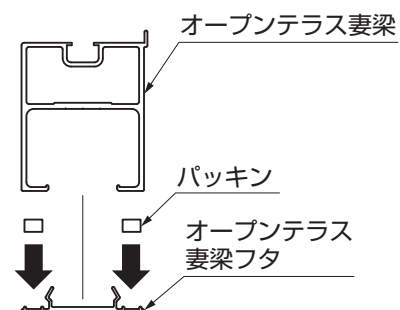

図3-8
- ③ パッキンをガタツキ防止の為、適量にカットしてオープンテラス妻梁に貼付けてください。（図3-8参照）
- ④ オープンテラス妻梁フタをオープンテラス妻梁にはめ込んでください。